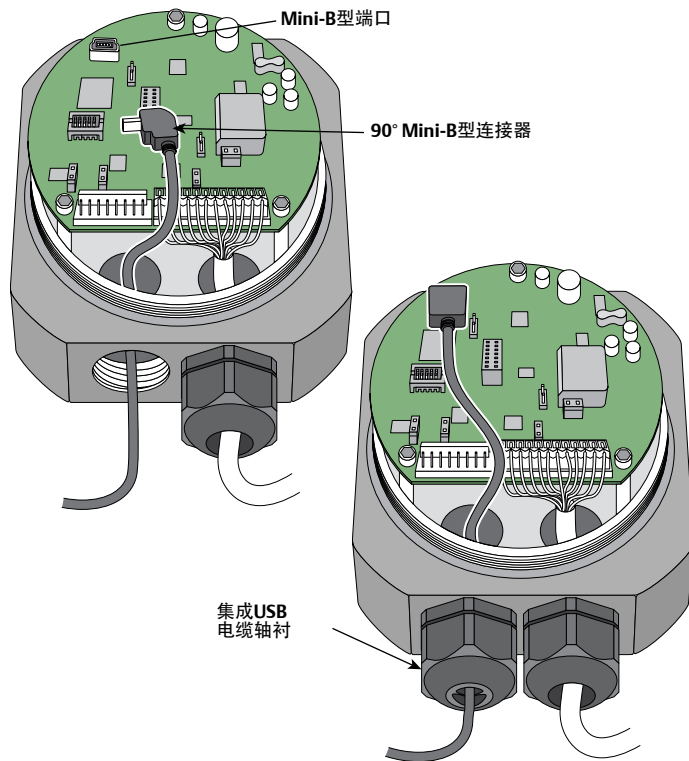

图13: 连接USB电缆
1. 按照图13所示，将Mini-B型连接器放入ER5000底座处的左侧导管端口。